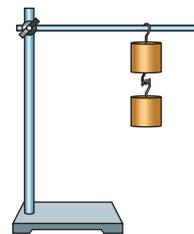

Рис. 37. Закрепление гирек на опытном образце
4. Закрепи поочерёдно образцы провода на штативе (рис. 37).